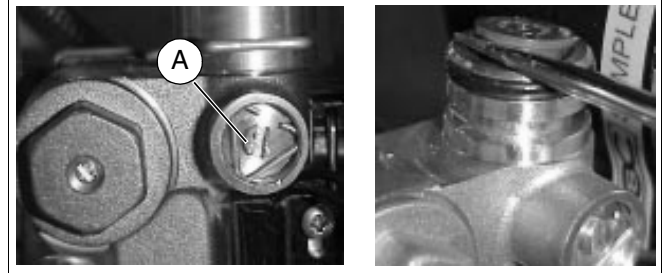

Fig. 1 Regolazione della portata
La portata di 12 (14) l/min è garantita ad una pressione d'entrata di 2 bar. Se la pressione d'entrata supera nettamente i 2 bar, è possibile ridurre la portata a 12 (14) l/min ruotando la vite (fig. 1, **pos. A**) in senso orario. Se, al contrario, la pressione d'entrata è minore di 2 bar, è possibile ottenere una portata di 12 (14) l/min ruotando la vite (fig. 1, **pos. A**) in senso antiorario. Se non risulta possibile regolare la portata a 12 (14) l/min, è possibile rimuovere il limitatore di portata.